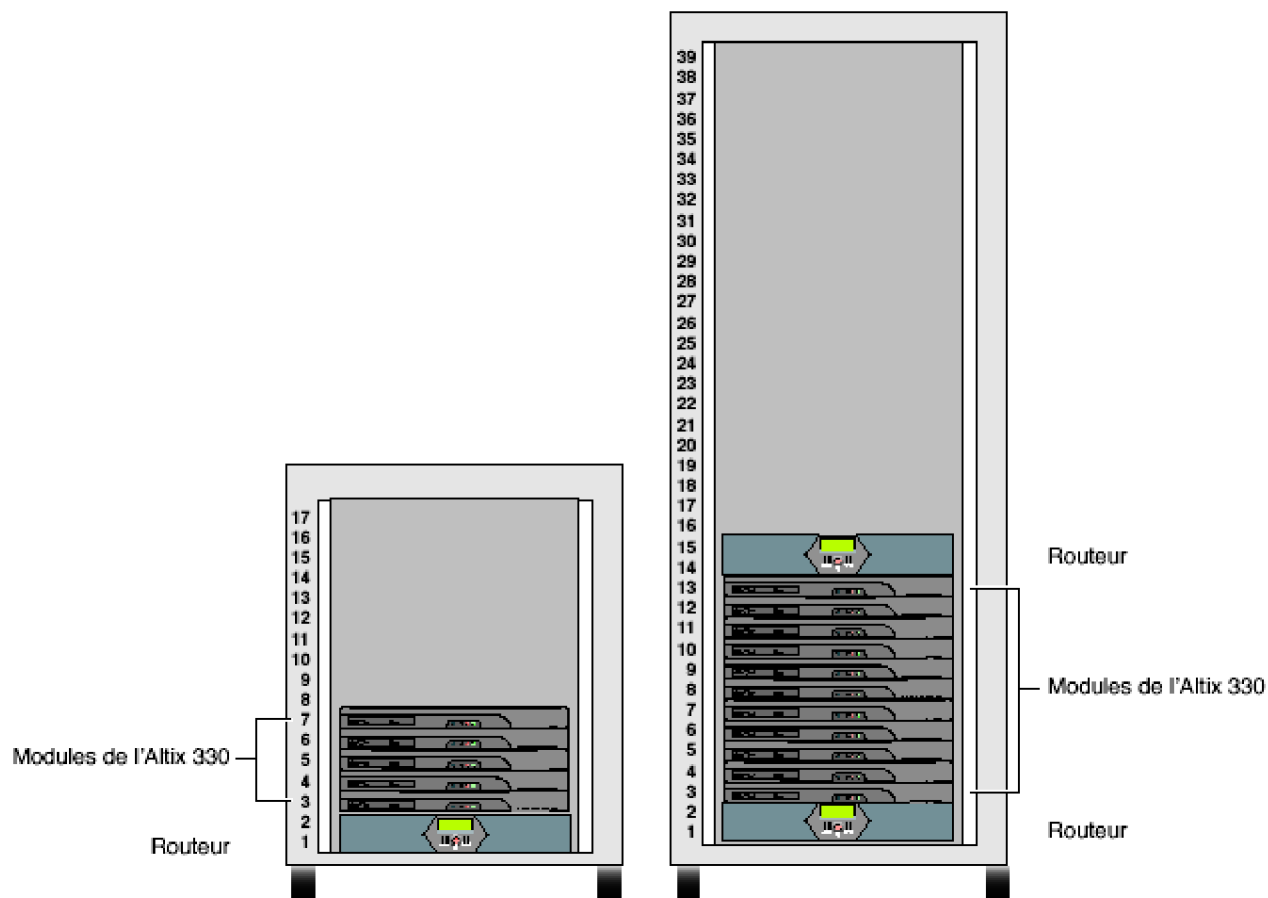

Figure 2-8 Numérotation des unités à même les châssis
Le système Altix 330 convient à deux types de châssis : un petit châssis et un grand châssis. Les châssis se mesurent en unités standard (U), où un U est égal à 1,75 po (4,45 cm). Le petit châssis est un châssis 17U et le grand châssis est un châssis 39U (reportez-vous à la figure 2-8).
Les composants à même le châssis portent le plus bas numéro U correspondant à l'espace qu'ils occupent. Par exemple, le module du haut présenté à la figure 2-8 est identifié U7 dans le petit châssis et U14 dans le grand châssis.